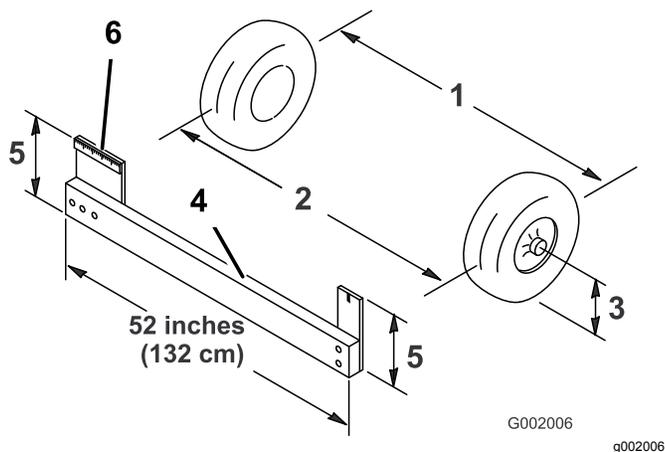

图48
- 以轮轴的高度为标准分别测出两个前轮的轮前距离和轮后距离 图48。
注意 如果要以轮轴高度为标准测量前轮的轮后距离则需要一个夹具或定位仪。使用相同的夹具或定位仪还可以以轮轴高度为标准准确测量前轮的轮前距离 图48。